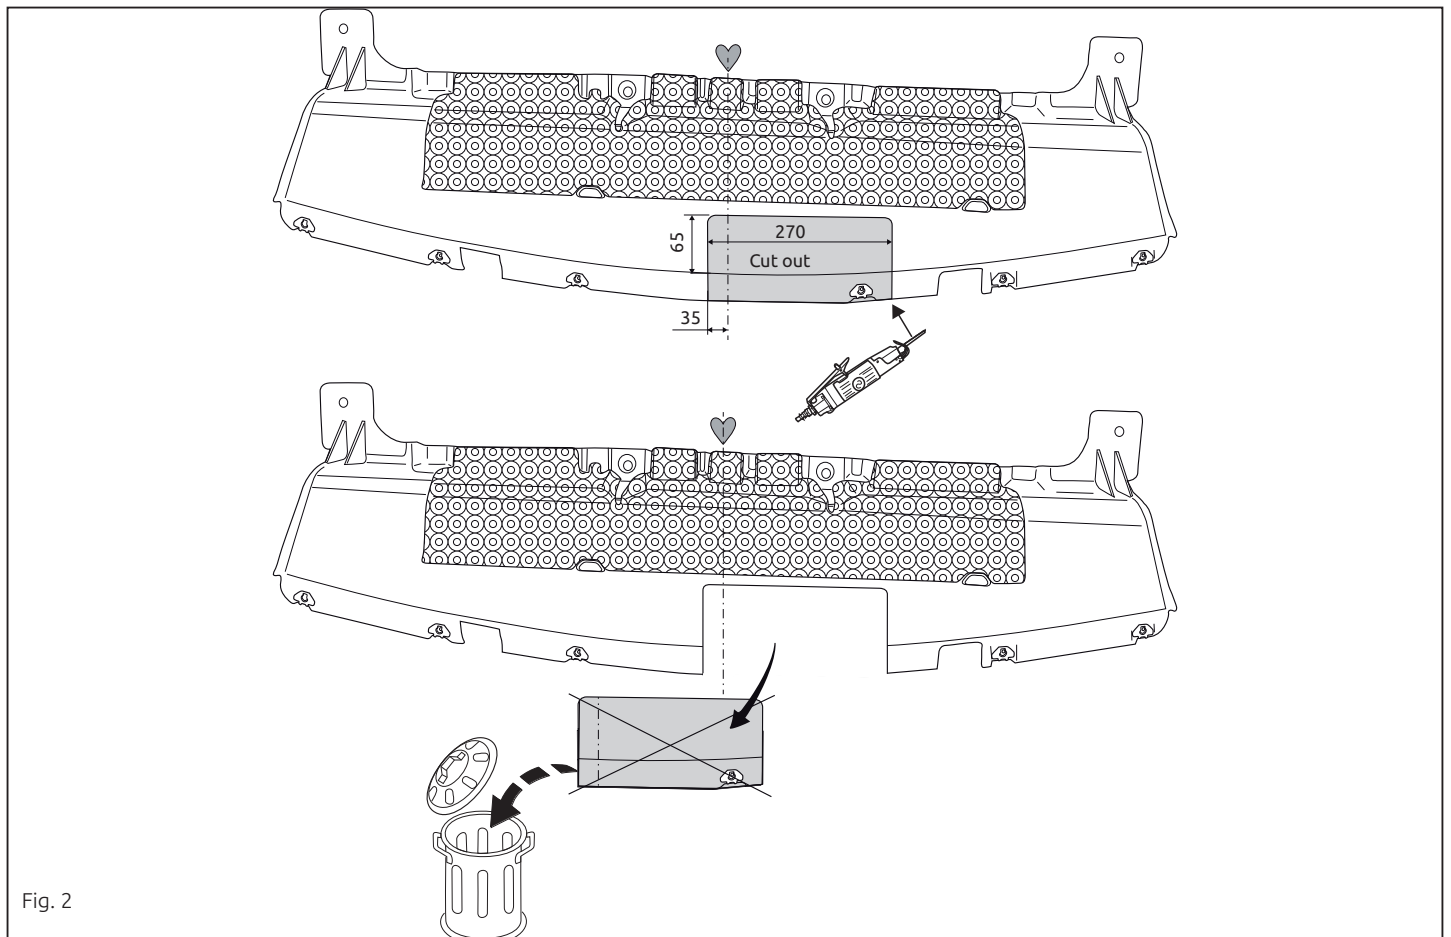

Fig. 2
11. Saw out the indicated section in accordance with figure 2.
11. Gemäß Abb. 2 das angegebene Teil heraus schneiden.
11. Scier la partie indiquée conformément à la figure 2.